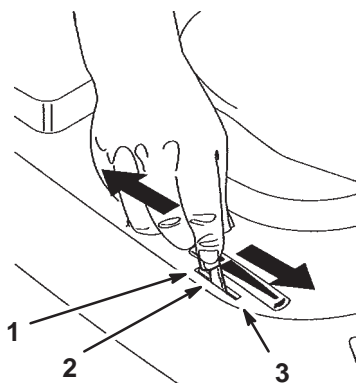

Figure 7
4. Placez la manette d'accélérateur en position de starter (Fig. 7).
6. Lorsque le moteur a démarré, amenez progressivement la manette d'accélérateur en position de régime maximum (Fig. 7). Si le moteur cale ou hésite, ramenez la manette d'accélérateur en position de Starter pendant quelques secondes. Mettez ensuite le levier en position de régime maximum. Répétez l'opération si nécessaire.
1. Placez la manette d'accélérateur en position de ralenti (Fig. 7).